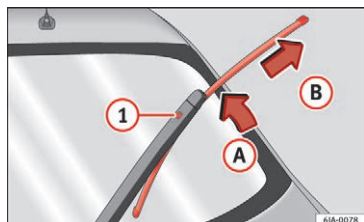

Fig. 71 Viskerblad til bagrude
- Klap viskerarmen væk fra ruden, hvorved viskerbladet skal bevæges let i viskerarmens retning – pil **A** » Fig. 71.